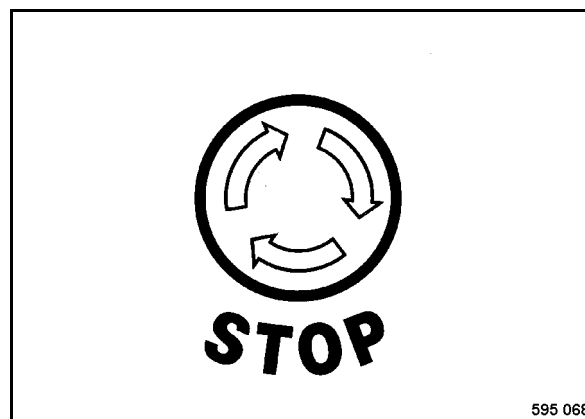

Fig. 70
- Hundir el botón del interruptor de parada de emergencia (Fig. 70), en posición final se bloquea de forma automática.